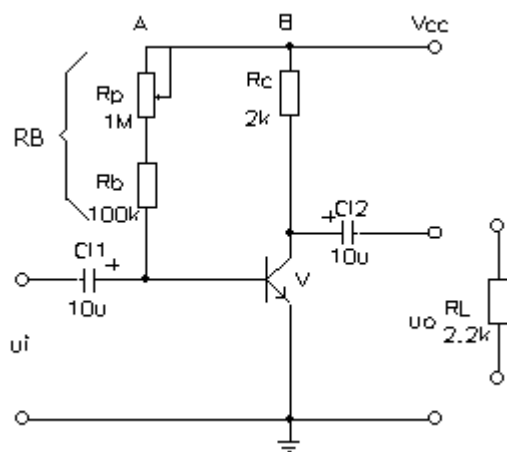

图 2-3 单级交流放大电路
- (1)、按图 2-3 所示连接电路（即连接 A、B 两点），将交流输入端短接。
- (2)、接线后仔细检查，确认无误后接通电源。